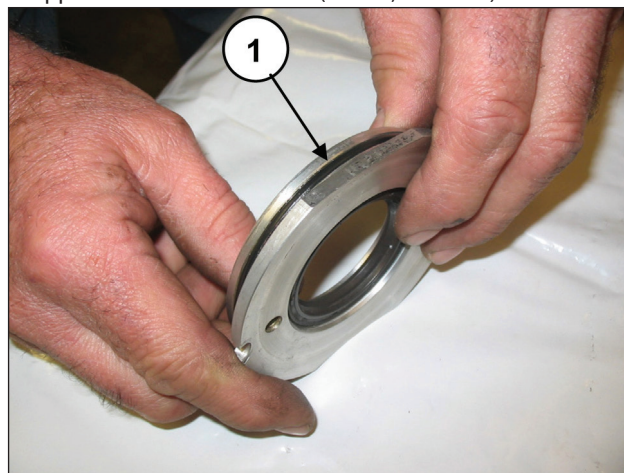
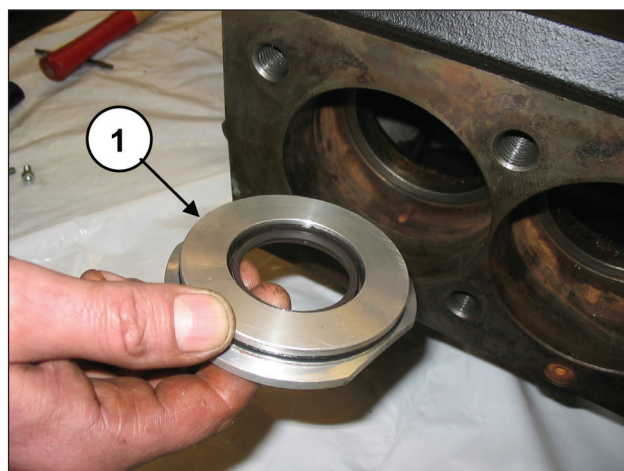

Abb. 140
Abb. 141
Setzen Sie den O-Ring (Pos. ①, Abb. 140) in die Aufnahme des Ölabstreifring-Deckels ein und bauen Sie die montierte Gruppe in den Gehäusesitz ein (Pos. ①, Abb. 141).